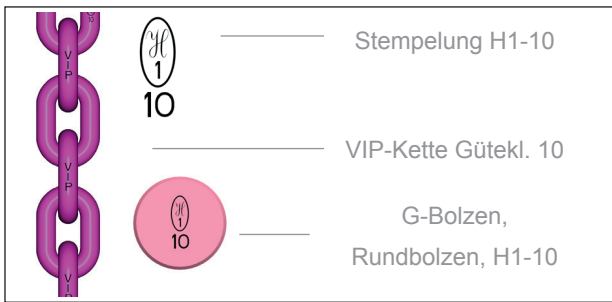

Abb. 1: VIP-Kette mit Bolzen und Stempelung
- Güteklasse des Bauteils (Abb. 1)
Verwenden Sie bei VIP-Bauteilen nur den runden VIP-G-Bolzen (Abb. 1)